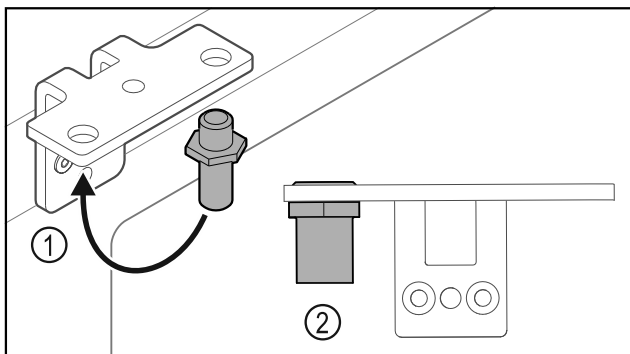

Fig. 24
- ▶ Aseta saranakulman pultti Fig. 24 (1) toiseen paikkaan.
- ▶ Kiristä pultti Fig. 24 (2) vääntömomentilla 12 Nm.